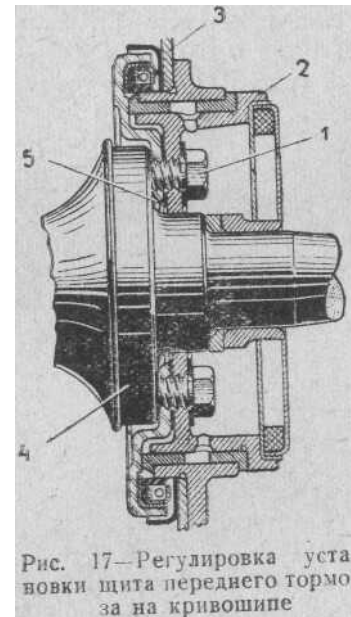

Рис. 17—Регулировка установки шита переднего тормоза на кривошипе
2. Отогнуть лапки замковых шайб четырех болтов 1 (рис. 17) крепления подшипника 2 щита 3 к кривошипу 4 и проверить затяжку болтов.